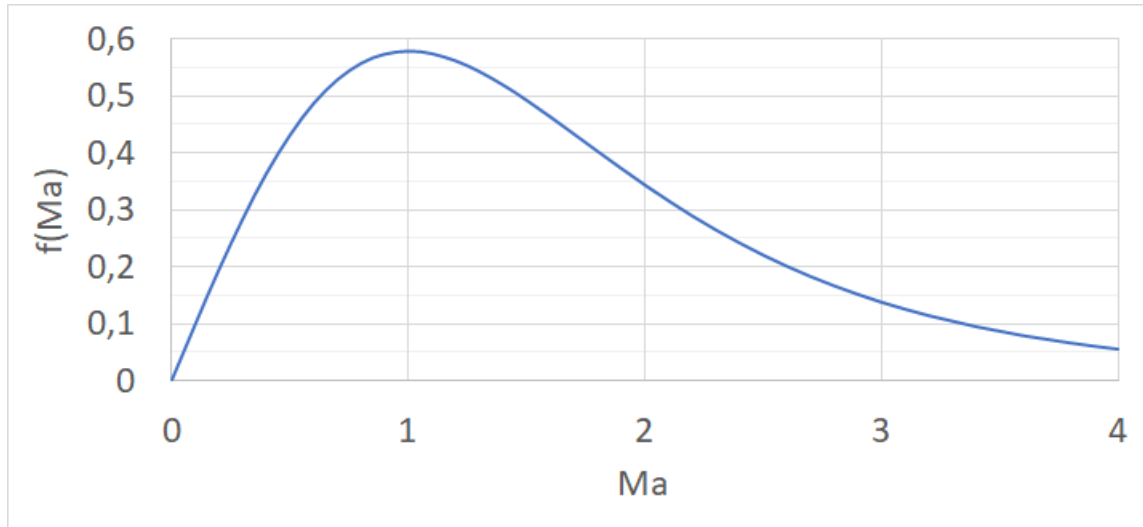

FIGURE 13 – Fonction $f(Ma)$ pour $\gamma = 1,4$.
- (h) La fonction $f(\text{Ma})$ est tracée sur la Figure 13. Quel est, en fonction de l'aire au col S_c et des conditions dans le réservoir, le débit maximum que peut véhiculer la tuyère ?